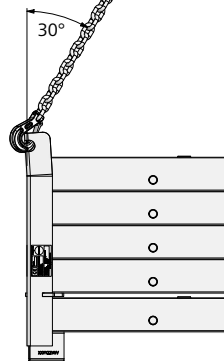

Abb. 4: max 5 WS-Elemente pro Versetzeinheit
- Die Gesamttraglast dürfen Sie nicht überschreiten (siehe Punkt 5). Der Spreizwinkel am Krangehänge darf 60° nicht überschreiten (Abb. 4).
- Den Verstellwinkel ② müssen Sie immer passend zum verwendeten WS-Element einstellen.
- Sie müssen alle Schrauben ③ an der Platte mit Verstellwinkel montieren.
Hängen Sie den Lasthaken vom Krangelänge so in die Einhängeöse ① des Stapelwinkel 60/40/23 ein, dass er bei Schlaffseil oder Schlaffkette nicht aus den Ösen rutschen kann (Abb. 4).